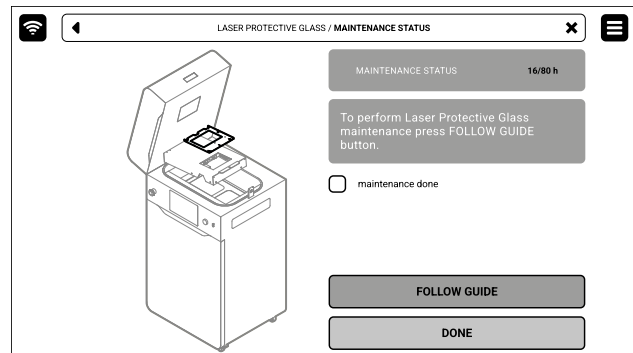

Abb. 12.7. Der Bildschirm für die Wartung des Laserschutzglases.
3. In diesem Fall markierst Du **MAINTENANCE DONE**, sobald Du den Reinigungsvorgang abgeschlossen hast, und drückst dann die Taste **DONE**. Der Timer wird auf Null zurückgesetzt (Abb. 12.7).